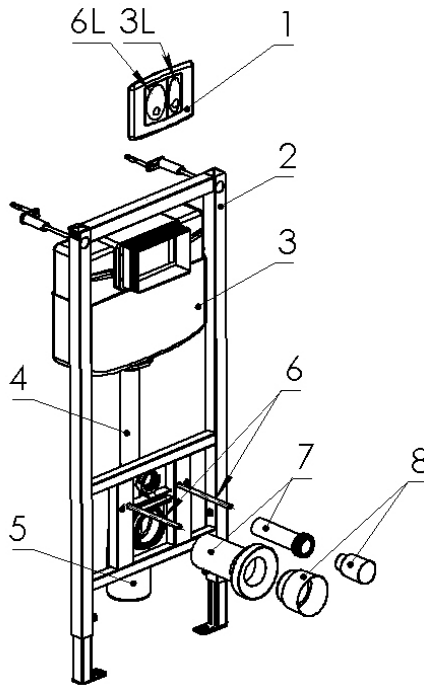

Рис.1 ОСНОВНЫЕ ПОЗИЦИИ:
1.2 Скрытая установочная система подвесного унитаза WC1110 (рис.1) состоит из несущего конструкционного элемента – рамы, с креплением к стене и полу, пластикового бачка в сборе с наполнительной и спускной арматурой, установленного на раме, кнопкой с механическим приводом, и пластиковой арматурой, обеспечивающей впуск воды из бачка в унитаз и отвода стоков из унитаза во внутреннюю канализацию зданий.